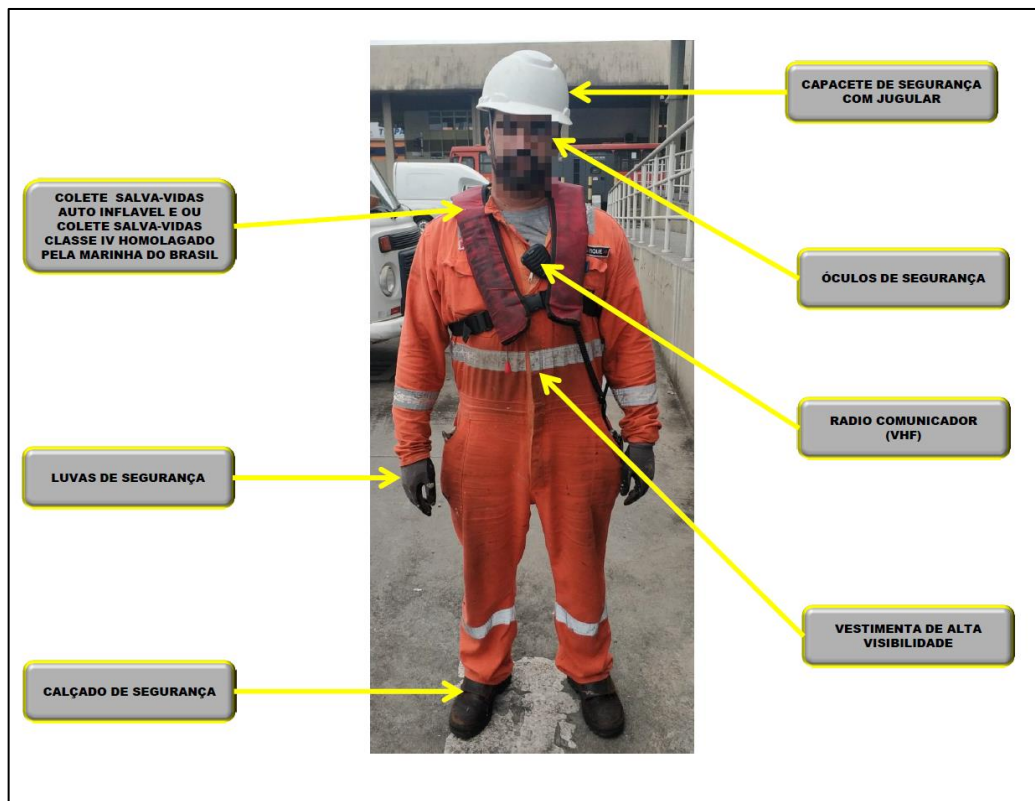

FIGURA 01: EPI's OBRIGATÓRIOS PARA AS ATIVIDADES DE AMARRAÇÃO
5.5.1. As empresas devem garantir que os trabalhadores recebam treinamento sobre utilização, guarda e conservação de EPI's, bem como utilizem os equipamentos de proteção individual mínimos durante os serviços, conforme FIGURA 01: